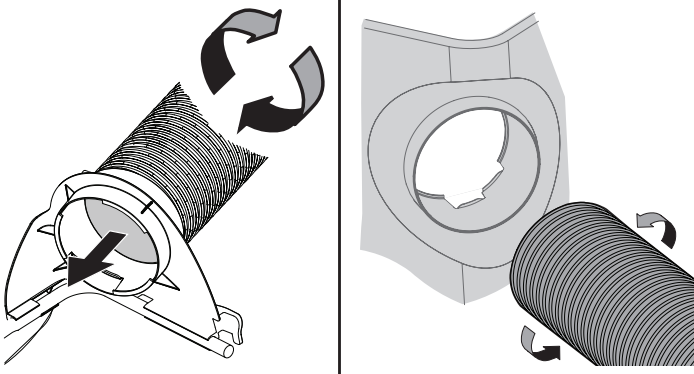

Figura 1
1. Enrosque el lado final superior del manguera en forma segura en el soporte superior del canal (Embolsadoras posteriores) o en la ventilación de la bolsa (Sistema de recolección de hojas). Existen dos lengüetas en el lado bajo interno del soporte del canal superior/ventilación de la bolsa que permiten un enrosque seguro. Consulte la Figura 1.